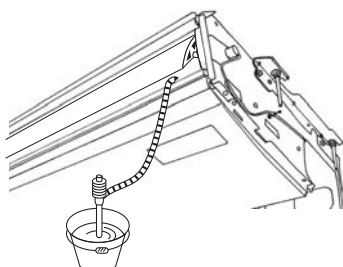

Fig. 5-3
2. Die mit der Anlage gelieferten Rohrmuffenabdeckungen ⑥ an den Verbindungsrohrmuffen ⑤ befestigen.
3. Die Feldauslaufrohrleitung (VP-20) an den Verbindungsrohrmuffen ⑤ mit einem Klebemittel aus Vinyl Chlorid befestigen.
4. Die mit der Anlage gelieferten Rohrleitungsabdeckungen ⑦ (mit Klebeband) umwickeln.
- ① Auslaufpfanne
② Auslaufrohrleitung
③ Rohrmuffenabdeckung ⑥
④ Verbindungsmuffe ⑤
⑤ Abdeckung der Auslaufrohrleitung ⑦
⑥ Verschluss
⑦ Einföhrungslänge 37mm
5. Auf einwandfreien Auslauf überprüfen. (Fig. 5-3)